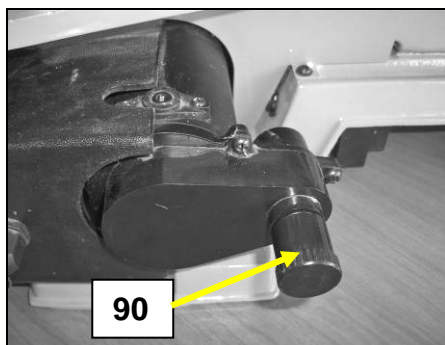

Fig 11
- Dévissez le capuchon (90) (Voir Fig 11) et vissez l'embout du flexible (107) (Voir Fig 12).